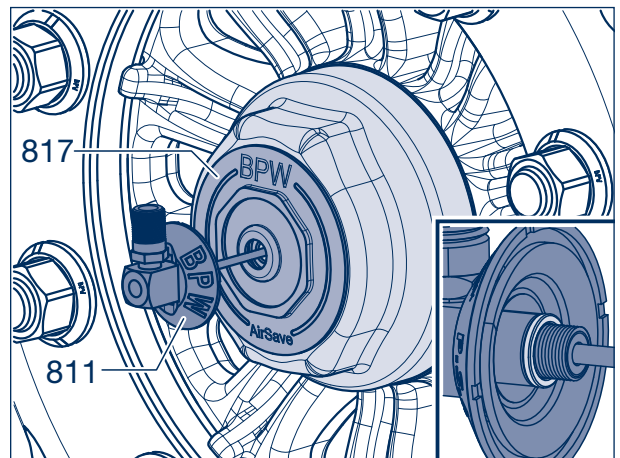

Bild 4
- [7] Weißen Dichtring des Rotors (811 oder 811a, je nach Bereifung) auf richtigen Sitz am Ende des Gewindes prüfen, ggf. bis zum Anschlag aufschieben (Bild 4, Ausschnitt).
- [8] Rotor in den Adapter (817) der Nabenkapsel und den Stator (821) im Achsschenkel einführen und bis zur Anlage eindrücken. Ein geringer Widerstand ist dabei zu überwinden.